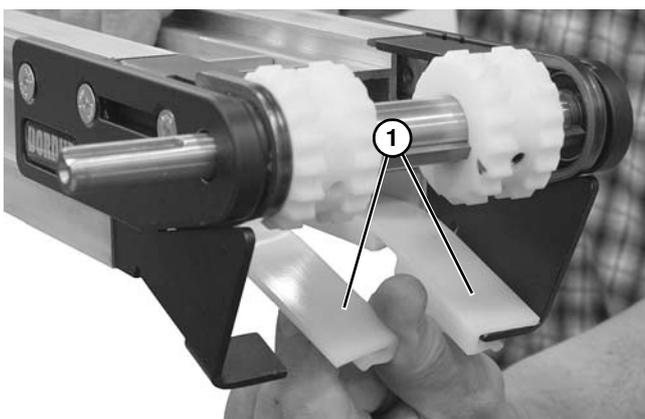

Abbildung 67
3. Untere Verschleißstreifen (**Abbildung 67, Teil 1**) abnehmen.